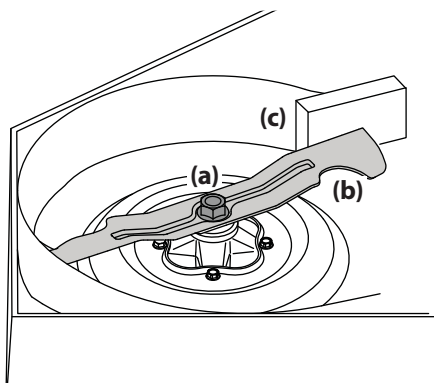

Figure 4-19
- À l'aide d'une clé de $\frac{15}{16}$ ", retenez l'écrou sur le haut de la fusée, puis desserrez l'écrou hexagonal (a) qui fixe la lame (b) à la fusée. Pour desserrer plus facilement l'écrou hexagonal (a) qui fixe la lame, placez un petit bloc de bois (c) entre le plateau de coupe et le tranchant de la lame (b). Voir Figure 4-19.